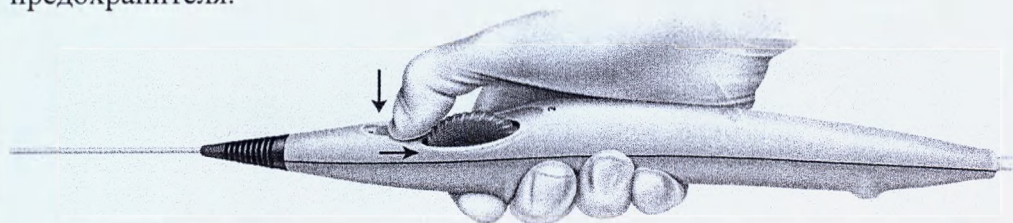

Рис.12.
9. Перед установкой стент-графта снимите красный предохранитель (**рисунок 12**), нажав на него и отведя назад до упора из положения блокировки в разблокированное. Удостоверьтесь, что красный предохранитель полностью отодвинут и полностью видно символ снятого предохранителя.